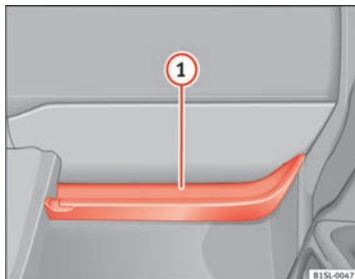

Abb. 74 Ablagefach offen auf der Beifahrerseite.
Am offenen Ablagefach befindet sich ein Taschenhaken → Abb. 74 ①.